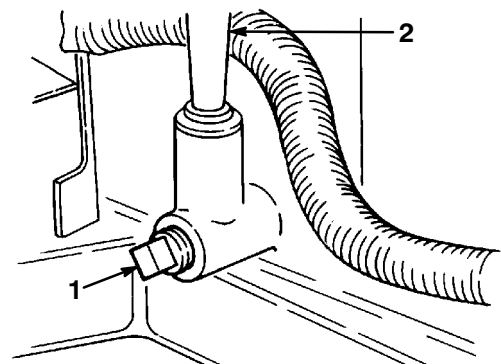

Bild 16
4. Stellen Sie eine Auffangschale unter den Ölpeilstab/das Einfüllrohr und entfernen die Verschluss-schraube (Bild 16).